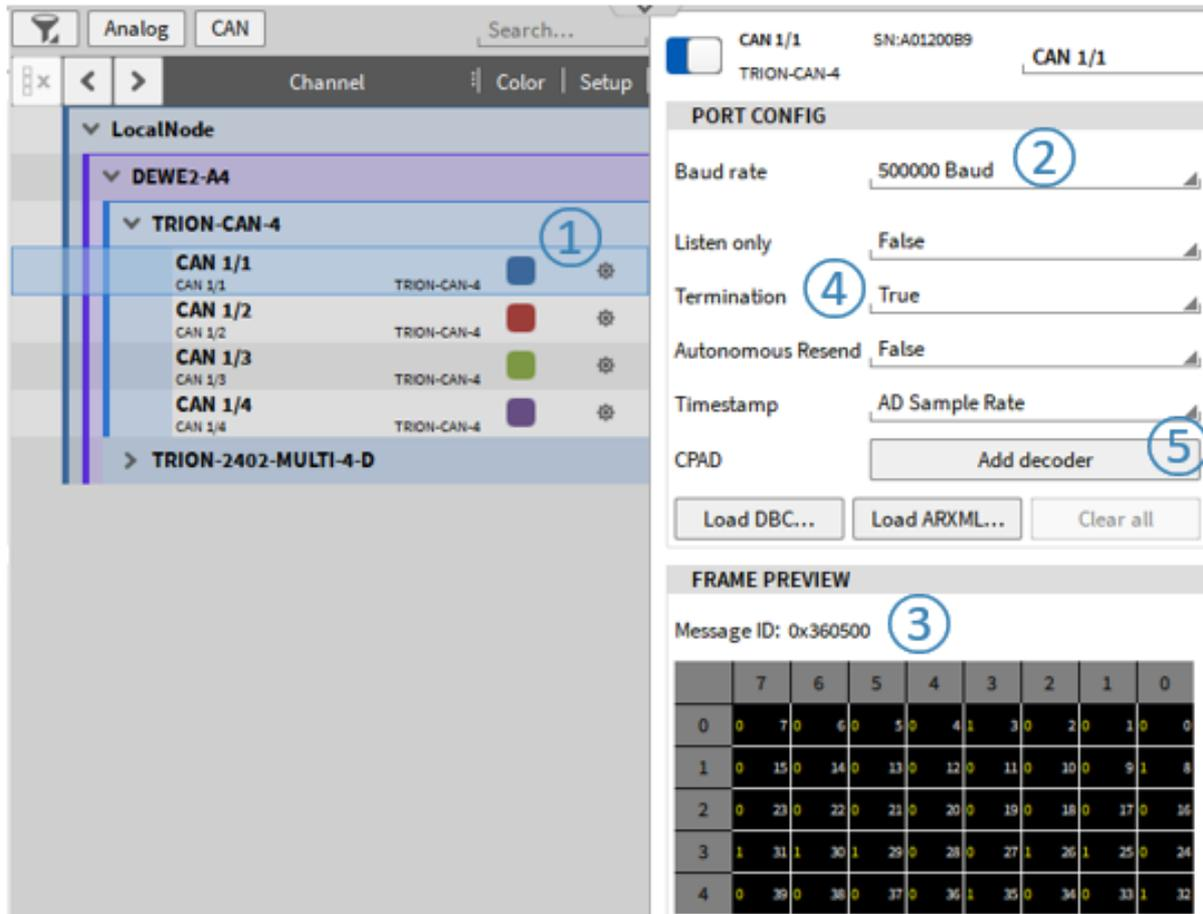
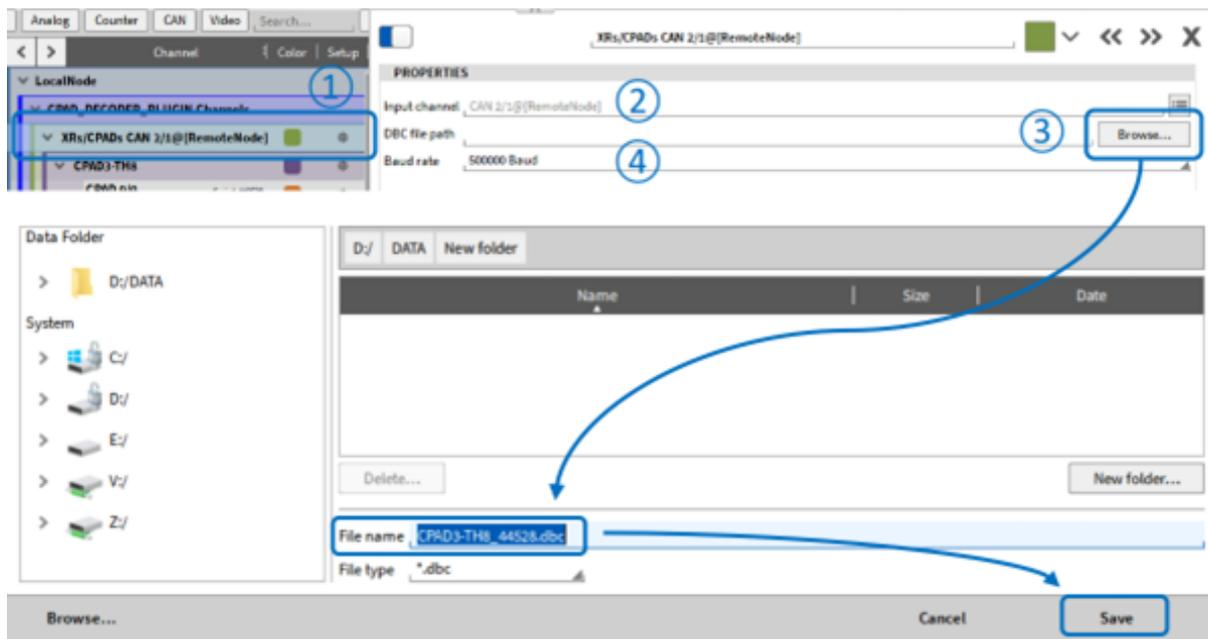

Abb. 4.32: Hinzufügen eines CPAD-Decoders
Abb. 4.34: Einstellungen des CPAD-Decoders
- Schließen Sie das CPAD an den gewünschten CAN-Port an und öffnen Sie seine Kanaleinstellungen in der Kanalliste (siehe ① in Abb. 4.32).
- Wählen Sie die Baud-Rate des CPAD (siehe ② in Abb. 4.32)
- Wenn Sie nicht wissen, welche Baud-Rate bei einem CPAD eingestellt ist ändern Sie Port-Baudrate, bis die Frame-Vorschau wechselnde IDs und Frames zeigt (siehe ③ in Abb. 4.32)
- Stellen Sie sicher, dass der CAN-Bus mit einem 120 Ohm-Widerstand terminiert ist oder stellen Sie die interne Terminierung auf *True* (siehe ④ in Abb. 4.32)
- Wenn die Baud-Rate richtig eingestellt ist, drücken Sie *Decoder hinzufügen* (siehe ⑤ in Abb. 4.32)
Nach dem Erstellen des CPAD-Decoders finden sich die erkannten CPADs und deren Kanäle in der Kanal-liste (siehe ① in Abb. 4.34). Auf Wunsch kann der zugewiesene CAN-Port durch Auswahl eines anderen CAN-Ports in ② in Abb. 4.34 geändert werden.
Auch hier kann die Modulbaudrate (siehe ④ in Abb. 4.34) sowie das Festlegen auf gleichmäßige Zeitstempel durch „Synchronous output channels“ ⑥ geändert werden. Achten Sie darauf, auch die CAN-Bus-Baudrate zu ändern (② in Abb. 4.32), um Daten ordnungsgemäß zu empfangen und dekodieren.
Zusätzlich kann hier die Konfiguration des CPAD / XR als *.dbc-Datei gespeichert werden (siehe ③ in Abb. 4.34).